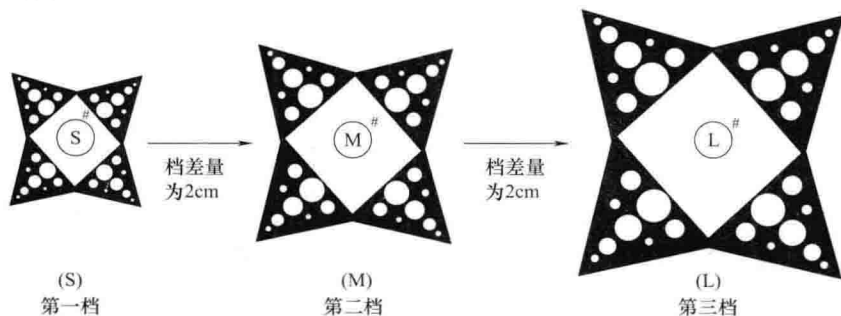

图 1-3
(1) 计算比例放大一般有两种：一种是相同大小比例放大与缩小。例如，第一档的尺寸为 $4\text{cm} \times 4\text{cm}$ 正方形；第二档为 $6\text{cm} \times 6\text{cm}$ 正方形；第三档为 $8\text{cm} \times 8\text{cm}$ 正方形。它们之间档差相同，均为 2cm (图 1-3)。